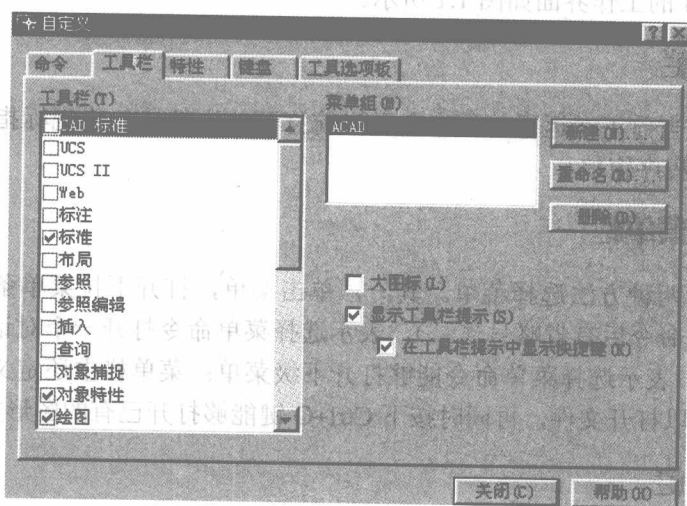

图 1.2 工具栏自定义对话框
① 单击“视图”菜单中的“工具栏”选项，打开自定义对话框，选取需要的工具栏。工具栏自定义对话框如图 1.2 所示。